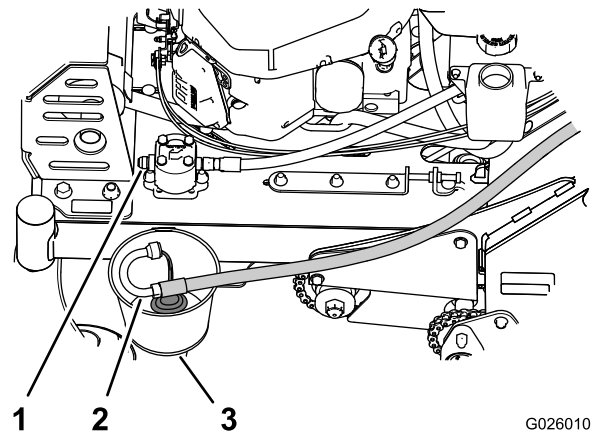

Figura 60
3. En la parte delantera de la bomba hidráulica auxiliar, retire la manguera de entrada del acoplamiento hidráulico de la bomba, coloque el extremo de la manguera en un recipiente y deje drenar el aceite (Figura 60).